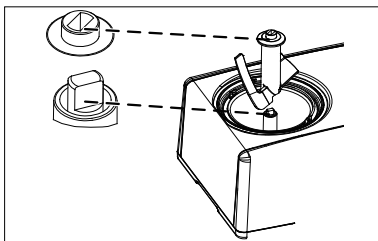

Fig. 3
- ▶ Prima e dopo ogni utilizzo pulire tutti i componenti sfusi (coperchio (1), pala (3) e accessori) e il contenitore (11) dell'apparecchio con un panno morbido e un detersivo per stoviglie normalmente reperibile in commercio.
- ▶ Inserire il contenitore nella gelatiera, sull'albero di trasmissione (2).
- ▶ Inserire la pala sul contenitore assicurandosi che poggi sull'albero di trasmissione (vedere **Fig. 3**).